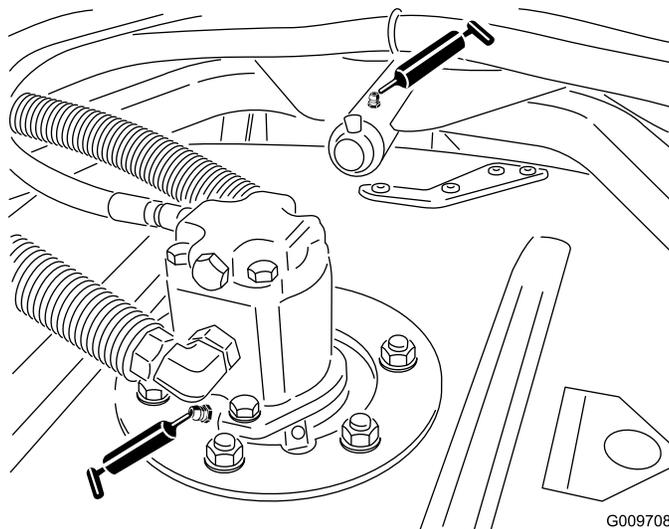

Рисунок 27
- Подшипники шпинделя режущего блока (2 на режущий блок) (Рисунок 27)
- Втулки несущего рычага режущего блока (1 на режущий блок) (Рисунок 27)